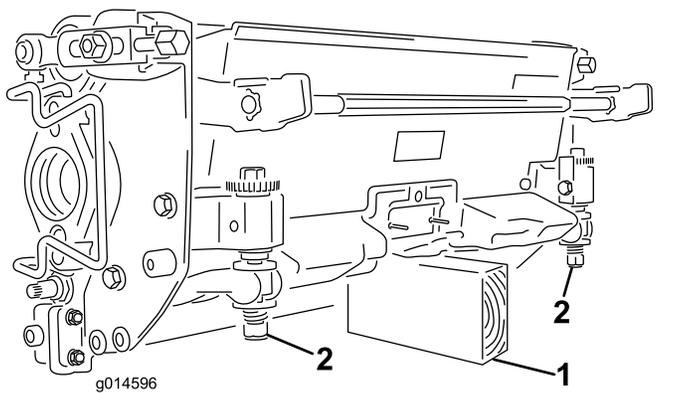

図 9
**重要** カッティングユニットを傾けてベッドナイフとリールが見えるようにする際には、ベッドバー調整ネジが床や作業台に押し付けられることのないよう、カッティングユニット後部に支えを入れて浮かせてください。図 9。